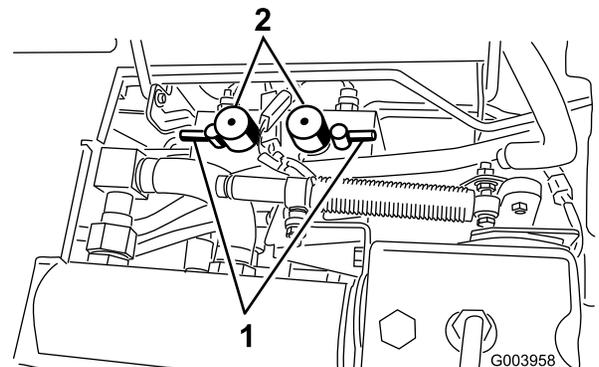

図 84
5. 両方のリール速度セレクタを 1 にセットする (図 84)。
- バックラップスイッチで前のカッティングユニット又は後ろのカッティングユニット、あるいは両方を選択する（図 84）。